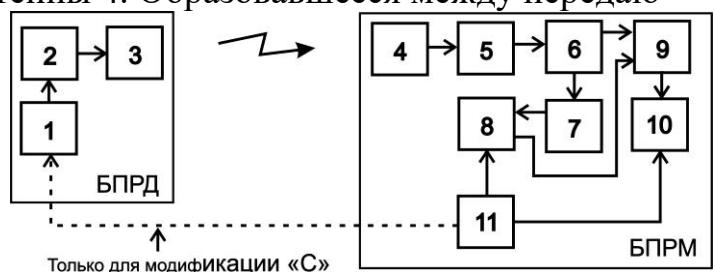

Рис. 6.5
6.2.1 Управляемый генератор 1 (см. рис. 6.5) вырабатывает импульсную последовательность определенной скважности. Под действием импульсов с генератора 1, модулятор 2 формирует последовательность СВЧ-радиоимпульсов, которые поступают на передающую антенну 3. Передающая антенна 3 излучает СВЧ-радиоимпульсы в направлении приемной антенны 4. Образовавшееся между передающей 3 и приемной 4 антennами электромагнитное поле является источником полезных сигналов для обнаружения объектов, пересекающих данное электромагнитное поле. С выхода приемной антенны СВЧ-радиоимпульсы поступают на вход,